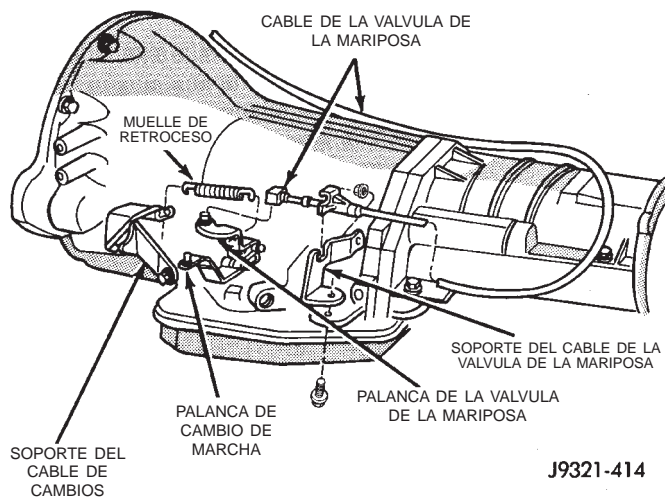

Fig. 178 Fijación del cable de la mariposa en la transmisión
- (1) Gire la llave de encendido a la posición OFF.
- (2) Retire el depurador de aire.
- (3) Verifique que la palanca del cuerpo de mariposa esté en posición de ralentí de contén. Luego verifique que la manija de admisión de la transmisión (Fig. 178) esté también en posición de ralentí (totalmente hacia adelante).